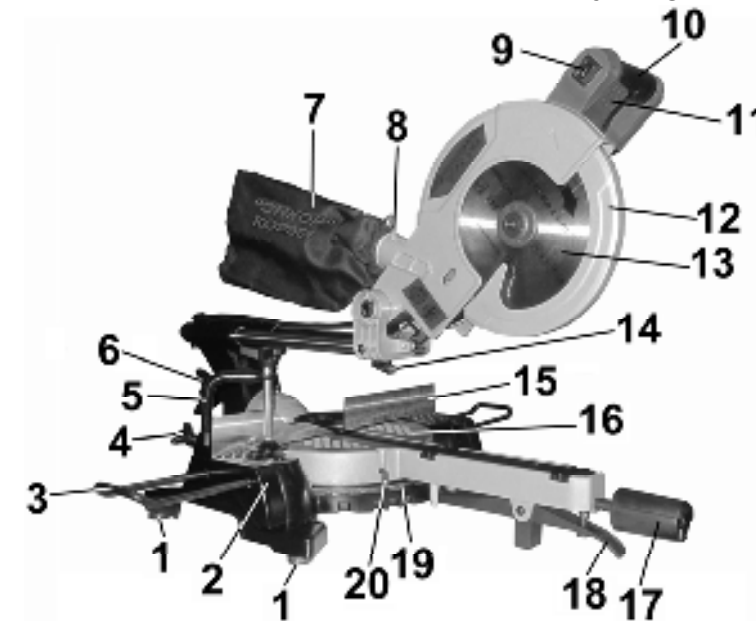

Рис. 2
7.1. Пила состоит из следующих сборочных единиц и деталей. (Рис. 2; 3)
8. СБОРКА И ПОДГОТОВКА К РАБОТЕ, Рис. 2 ÷ 5
8.2. Приведение пилы в верхнее положение (Рис. 2; 3; 6; 7)
8.2.2. Удерживая пилу за рукоятку (10), переместите её в верхнее положение, как показано на Рис.2; 3.
8.3. Транспортировка (Рис. 2; 7)
8.4. Установка поворотного стола в положение 0° (Рис.2; 8)
8.5. Замена пильного диска. Пила КОРВЕТ 8–300 оснащена пильным диском (13) (Ø210мм x 30мм), Рис.2. В комплект поставки не входят переходные кольца, предназначенные для установки пильного диска (13) с другими посадочными диаметрами.
8.5.1. Снятие пильного диска (Рис. 2; 7; 9-10)